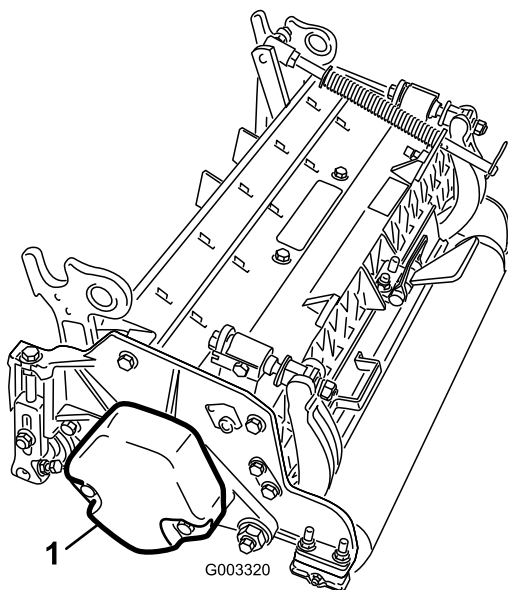

Figure 3
4. Veillez à monter le contrepoids (Figure 3) du bon côté du plateau de coupe, comme expliqué dans les *Instructions d'installation* du contrepoids.